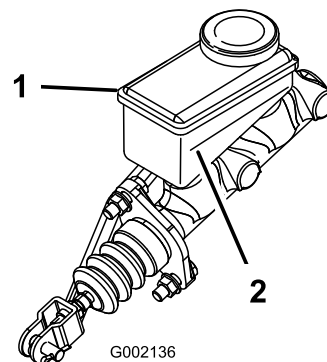

Figura 54
3. Mire el nivel de aceite en el lateral del depósito (Figura 54).
- B. Añada líquido de frenos DOT 3 al depósito hasta que el nivel esté por encima de la línea Mínimo (Figura 54).